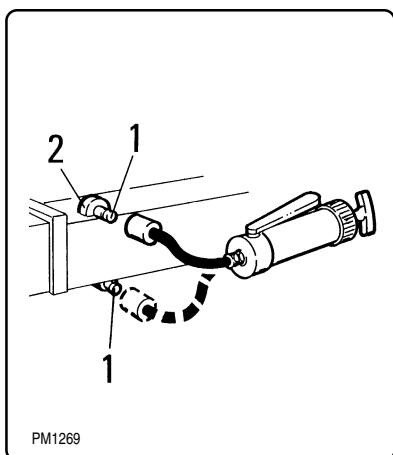

fig. 8.5.3
8.5.3 - Ingrassaggio rulli di scorrimento dei bracci stabilizzatori (fig. 8.5.3)
8.5.3 - Greasing the outrigger boom sliding rollers (fig. 8.5.3)